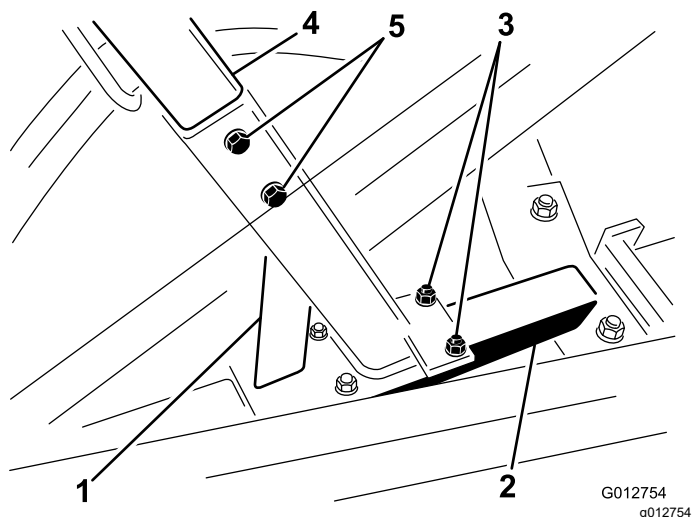

图 5
2. 如图 5 所示使用 2 个平头螺丝 $\frac{3}{8} \times 2\frac{3}{4}$ 英寸和 2 个凸缘螺母 $\frac{3}{8}$ 英寸将上控制塔安装到下控制塔上。
1. 如图 5 所示用 2 个 U 形螺栓和 4 个凸缘螺母 $\frac{3}{8}$ 英寸将下控制塔松散地固定到中心机架管上。